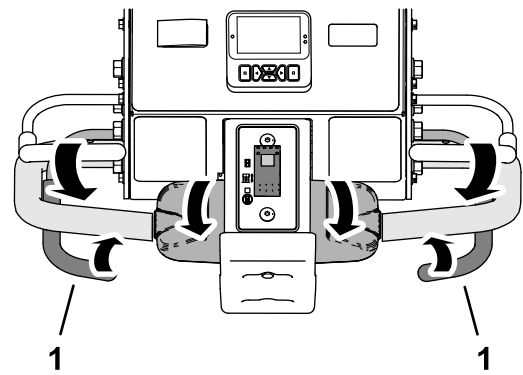

Figura 83
3. A medida que el neumático delantero pase sobre el perímetro del área de aireación, cierre la izquierda o la derecha de la barra de aireación (Figura 83)